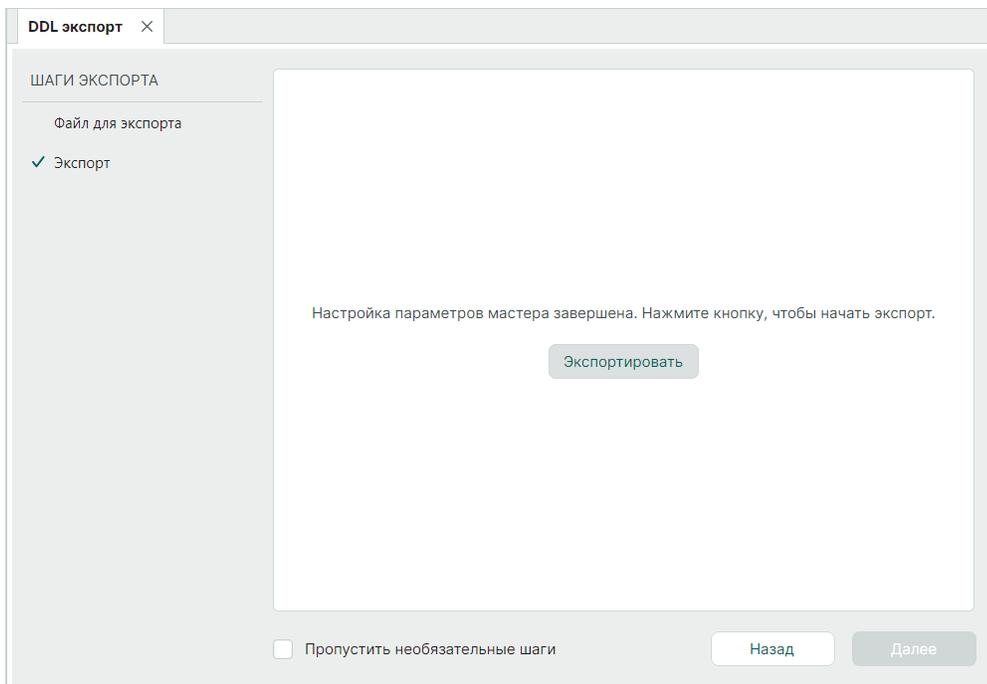

Рис. 33 Завершение подготовительных шагов к экспорту библиотеки
4. Отображается сообщение об окончании предварительной настройки параметров экспорта библиотеки, см. Рис. 33.